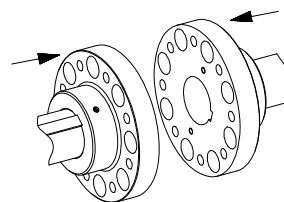

Рис. 18
- Установите полумуфты на валах ведущего и ведомого агрегатов таким образом, чтобы внутренне торцы полумуфт были заподлицо с торцами валов. (см. рис. 18).